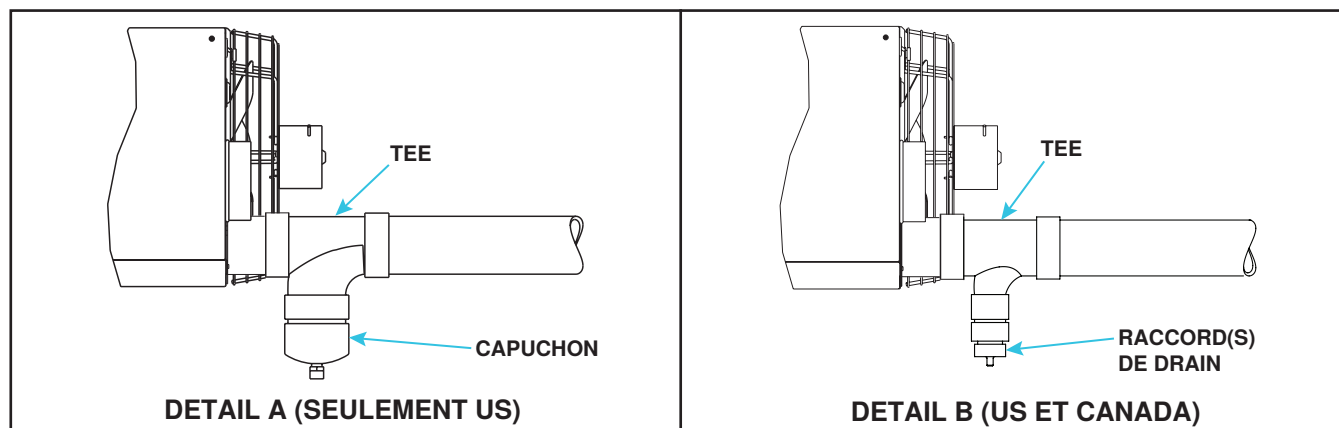

Figure 21. Installation du drain de condensat dans un événement vertical ou horizontal (tailles d'unité 130–310)
3. Pour évent horizontal ou vertical (voir Figure 21) :
- a. Pour les installations aux US uniquement (voir Figure 21, DÉTAIL A) :
- (1) Connectez le tee en PVC 4 × 4 × 4 fourni sur place à la sortie d'évent de 4 pouces à l'arrière de l'appareil de chauffage.
- (2) Connectez le capuchon en PVC inclus dans l'option CC2 ou CC6 au tee. Le capuchon est percé et taraudé pour une connexion de vidange NPT de 1/2 pouce.
- (3) Raccordez le drain de condensat fourni sur place au capuchon. Le reste de l'évent peut être soit horizontal, soit vertical. Assurez-vous que l'évent horizontal est incliné vers le bas vers le drain.
- b. Pour les installations US ou Canadiennes (voir **Figure 21**, DÉTAIL B) :
- (1) Connectez le tee en PVC fourni sur place à la sortie d'évent de 4 pouces à l'arrière de l'appareil de chauffage.
- (2) Connectez le(s) raccord(s) fourni(s) sur site au tee selon les besoins pour une conduite de vidange de condensat de 1/2 pouce ou plus. Le reste de l'évent peut être soit horizontal, soit vertical. Assurez-vous que l'évent horizontal est incliné vers le bas vers le drain.